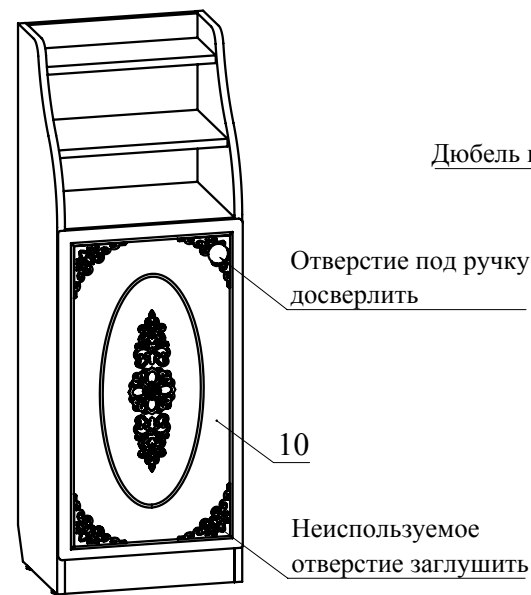

Рис.8
8. Установите дверь 10, закрепив петли затяжными винтами. Необходимое отверстие под ручку досверлите насквозь сверлом диаметром 5мм (Рис. 8). Закрепите ручку на двери при помощи шурупа 4x30 с круглой головкой.